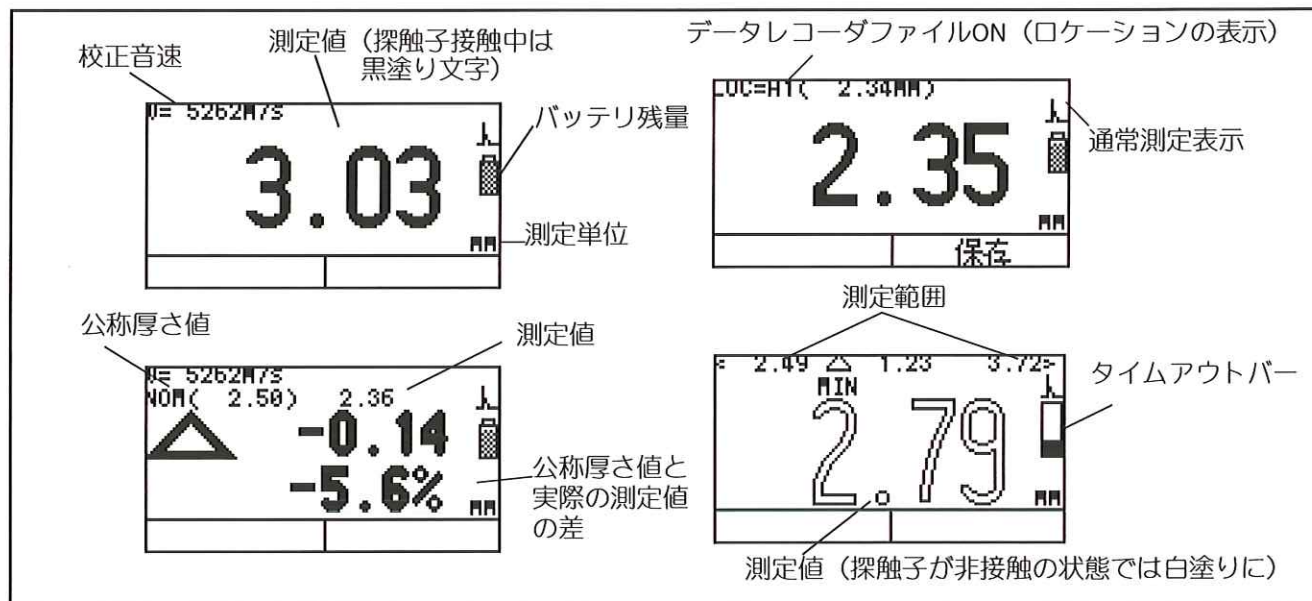

図 3: 測定値表示モード
- 測定値モード：測定値、アイコン、データレコーダ搭載の場合はファイル名や保存先を表示します。図 3 に代表的な測定値表示を示します。表示は、機器の設定やオプション機能によって若干異なります。